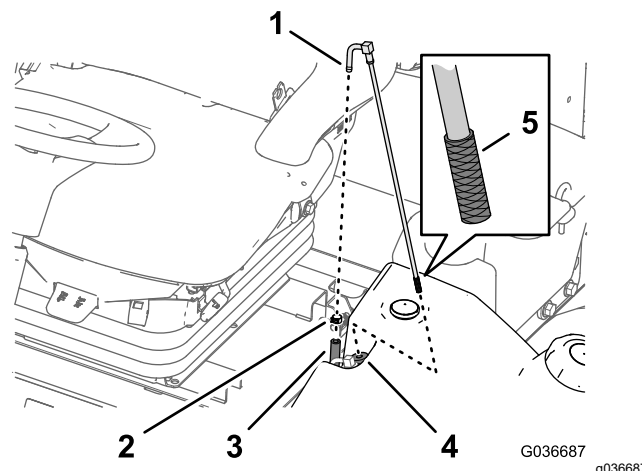

Figura 58
1. Rimuovete la fascetta stringitubo che fissa il flessibile di alimentazione del carburante al raccordo del tubo di adduzione del carburante (**Figura 58**).
2. Separate il flessibile dal raccordo (**Figura 58**).
3. Sollevate il tubo di adduzione del carburante dal serbatoio del carburante (**Figura 58**).
4. Pulite eventuali detriti dalla griglia all'estremità del tubo di adduzione del carburante (**Figura 58**).
5. Inserite il tubo di adduzione del carburante attraverso la boccola in gomma e nel serbatoio (**Figura 58**).